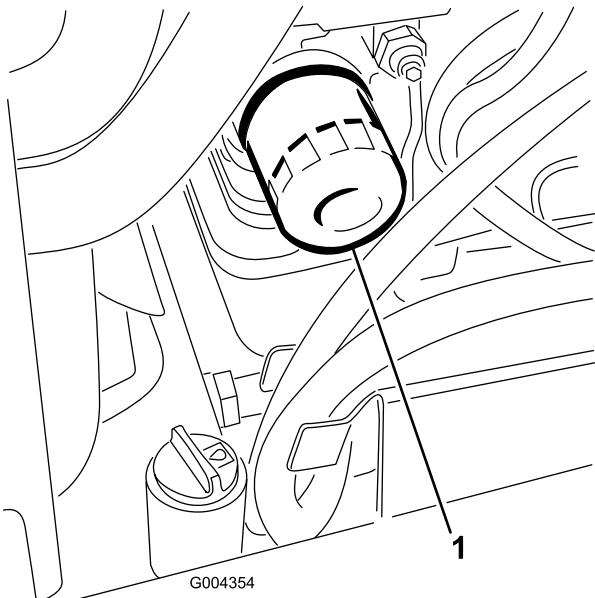

Bild 34
4. Entfernen Sie den AltfILTER (Bild 34) und wischen Sie die Dichtfläche am Anbaustutzen ab.